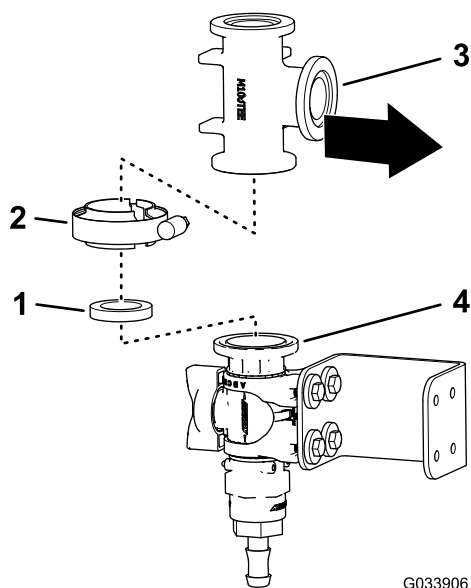
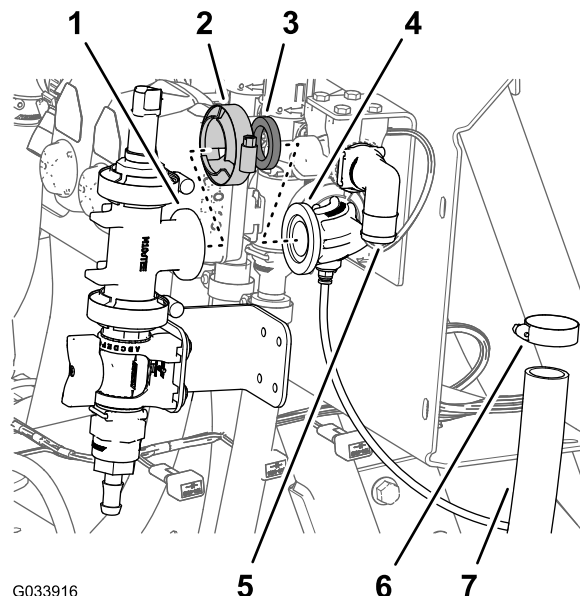
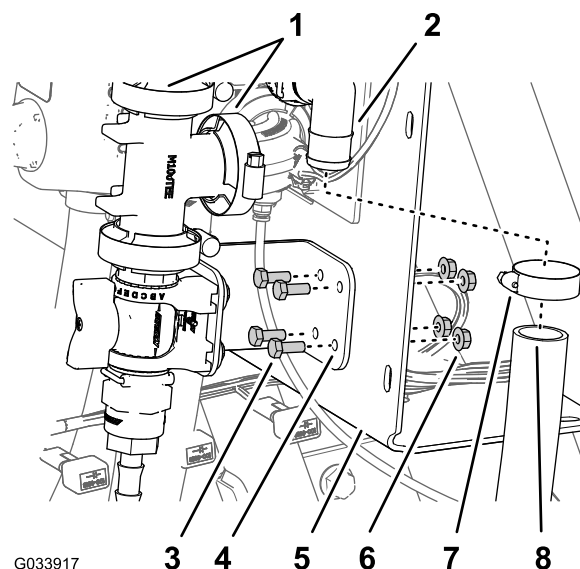

図 13
図 15
図 18
4. 図 13 のように、T字フィッティングのフランジを、制御バルブのフランジに合わせる。
1. T字フィッティングのフランジを、センスチューブ用コネクタ付き 90° フィッティングのフランジに合わせる図 15。
5. ガasketとフランジクランプで、T字フィッティングを制御バルブに仮止める図 13。
2. ガasketとフランジクランプで、T字フィッティングと 90° フィッティングを仮止める図 15。
4. センスチューブ用コネクタ付き 90° フィッティングから、クランプ、ガスケット、フランジ付きT字フィッティングを外す 図 15。
2. ガスケットとフランジクランプで、T字フィッティングと 90° フィッティングを仮止めする 図 18。
4. 制御バルブとT字フィッティング 図 13 とT字フィッティングをセンサチューブ用コネクタ付き 90° フィッティングに固定しているフランジクランプを、手締めする 図 15 と 図 18。
1. T字フィッティングのフランジを、センサチューブ用コネクタ付き 90° フィッティングのフランジに合わせる 図 18。